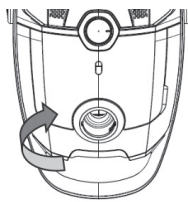

Fig. 11
- Deschideți capacul din față apăsând butonul capacului. (Fig. 11)